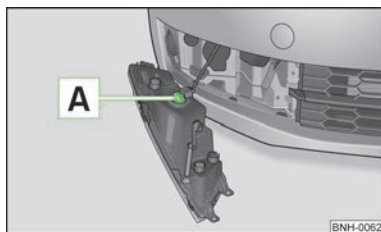

Abb. 131
- Den Lampenhalter » Abb. 131 bis zum Anschlag **entgegen dem Uhrzeigersinn** drehen und herausziehen.